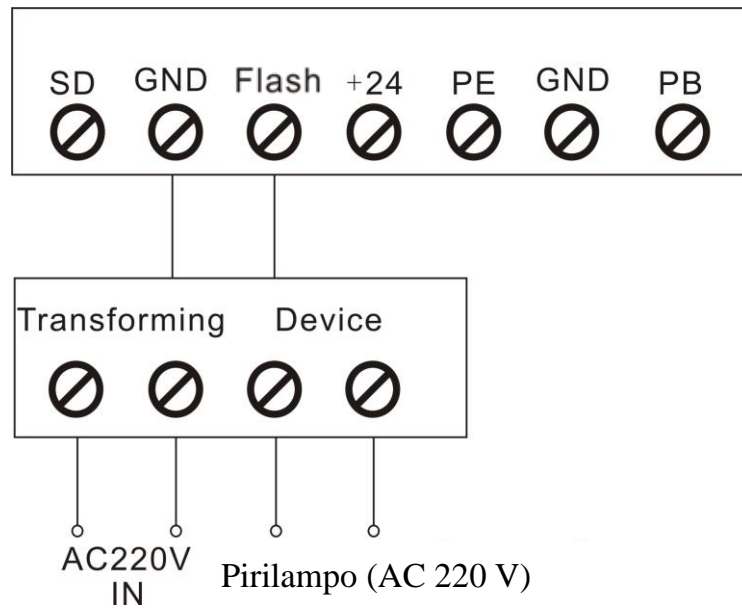
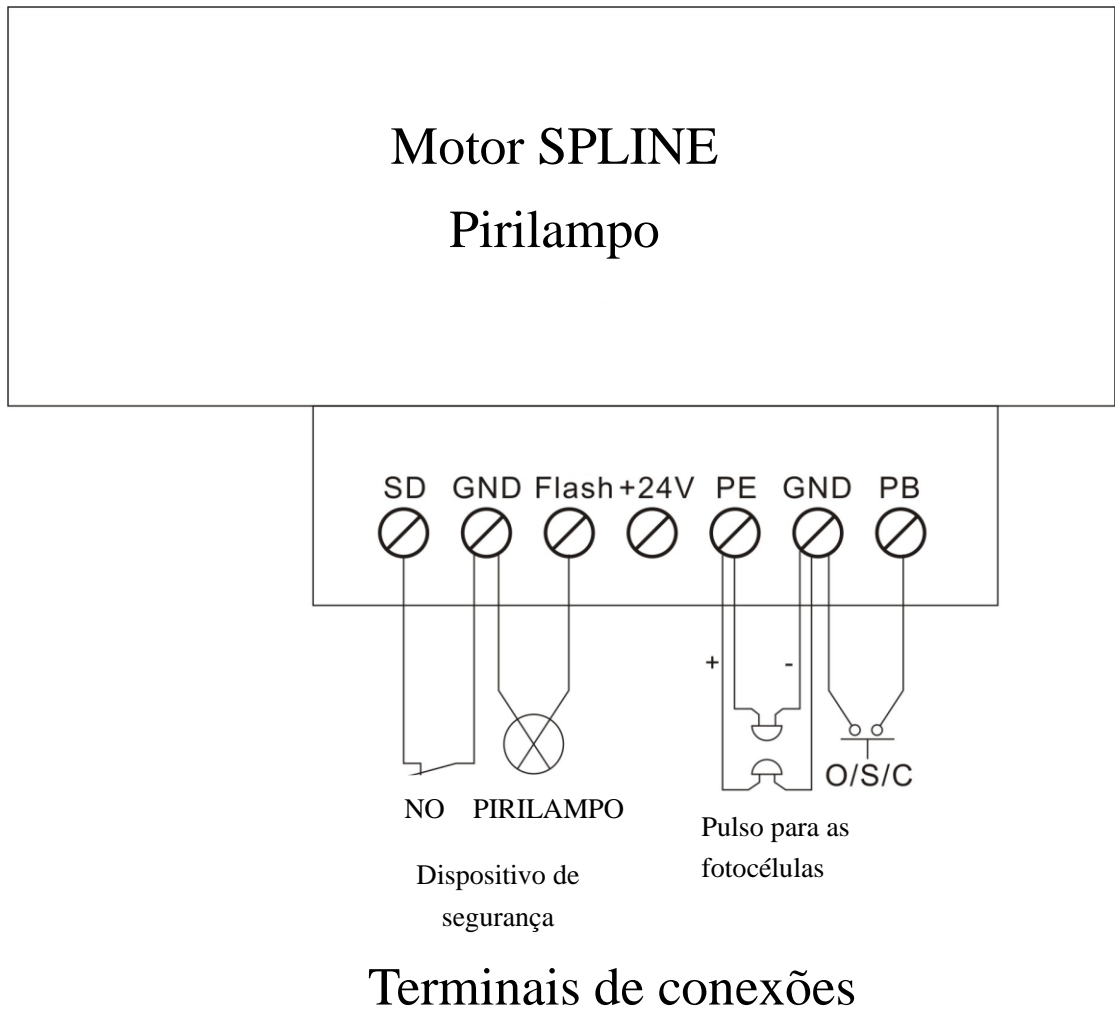

Figure 17
Figure 18
1. O O/S/C interfaces disponíveis. (Fig. 17, Fig. 18)
2. Função do Pirlampo. (Fig. 17, Fig. 18)
3. Segurança de porta de serviço (SD) (Fig. 17, Fig. 18)